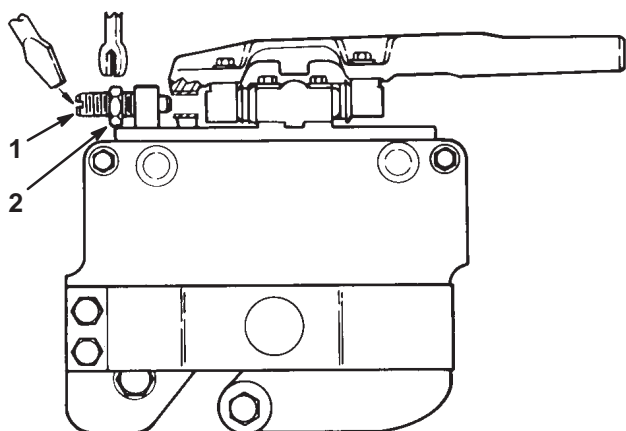
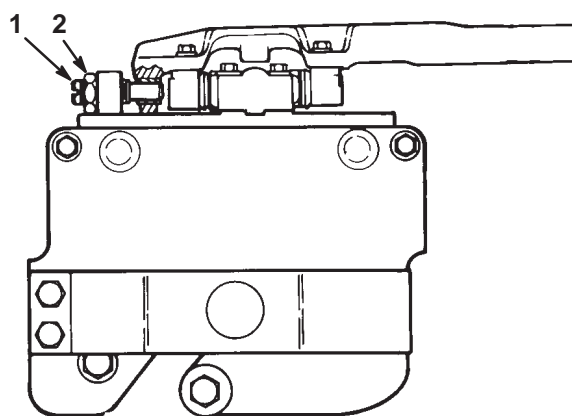

Fig. 14
Fig. 15
1. Starta motorn och sätt ned klippenheter på en plan yta, t.ex. en 3/4 tums träbit eller 1 tums plywoodskiva (minst 20 tum x 30 tum). Stanna motorn och ta ut nyckeln ur tändningen. Lås klippenheter i ett fast läge, genom att lossa på kontramuttern på spärrtappen (fig. 14) och skruva i tappen i hålet på armtappen (fig. 15). Dra åt muttern för att säkra spärren. Lyft de främre rullarna så att de inte är i kontakt med den plana ytan.
5. Lossa spärrtappen så att klippenheten kan röra sig fritt (fig. 14).
1. Lås alla klippenheter i en fast position (se Klippenhetsen i låst läge, fig. 15). Justera cylinder-underknivskontakten och klipphöjden.